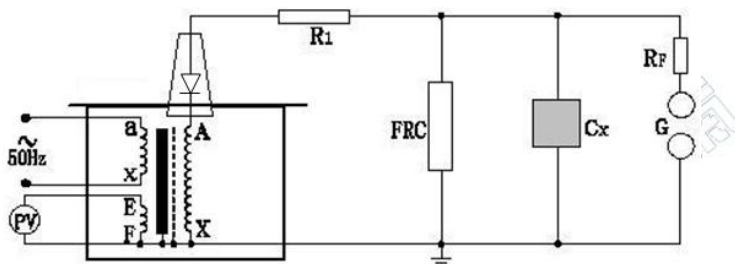

图 7 高压直流泄漏试验接线图
2.YDJ (Z) 系列交流试验变压器在做被试品的直流耐压或泄漏试验时接线原理图如图 7。
注：此试验应先抽出短路杆“D”，图 7 中所示。